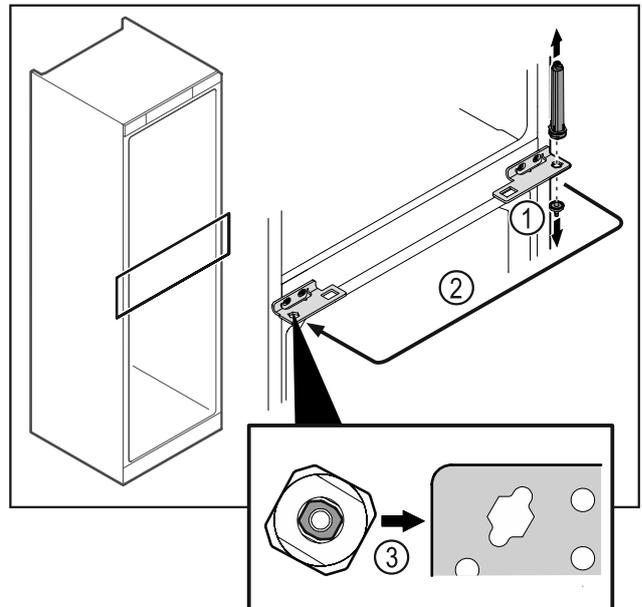

Fig. 48
- ▶ 拧下合页螺栓 Fig. 48 (1)。
- ▶ 调换关门系统 Fig. 48 (2)。
- ▶ 装入时，请注意关门系统 Fig. 48 (3) 是否正确对齐。